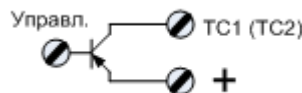

Рисунок 18 Подключение датчика ТС типа “активный токовый выход”
- “активный токовый выход” (см. Рисунок 18).